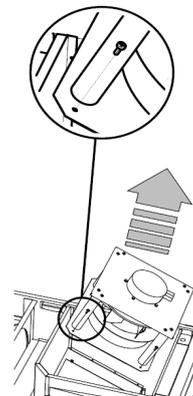

Figura 5 Estrazione ventilatore
I ventilatori possono essere rimossi allentando le 4 viti (vedi figura 5). I Topvex FR06-11 hanno dei supporti che devono essere rimossi allentando altre 4 viti.
Il pulsante di allarme (pos.1, figura 5) apre la coda allarmi. Premendo questo pulsante verranno visualizzati nella finestra del menu allarmi attivi e non riconosciuti. Il LED di allarme (pos.2, figura 5) lampeggia se ci sono allarmi non-riconosciuti mentre emette una luce costante se gli allarmi sono ancora attivi ma sono stati riconosciuti. Se ci sono più allarmi utilizzare le frecce SU/GIÙ per scorrere la lista. Un allarme può essere riconosciuto o bloccato con OK e SU/GIÙ. Per annullare e tornare al menu di avvio premere Annulla e quindi premere SINISTRA.